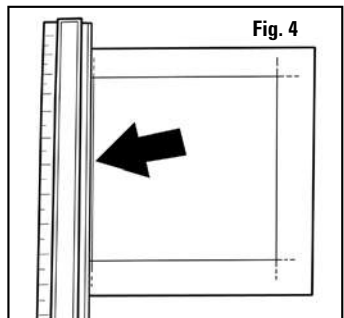
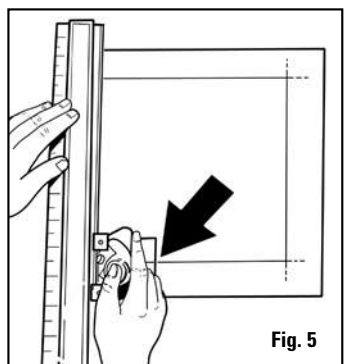

Fig. 4
Fig. 5
2. Placer le passe-partout face vers le bas sur la feuille d'appui. Placer la règle EXACTEMENT sur la bordure gauche de sorte que le bord extérieur du profilé soit aligné le long de la ligne au crayon. **Fig. 4**. S'assurer que le plus gros du passe-partout est du côté droit de la règle. Le fait d'avoir le passe-partout du côté gauche de la règle provoque l'inversion de la coupe en biseau. Fixer le couteau à biseau 302 sur la règle en ajustant les guides de nylon noir sur le bord relevé du profilé. Positionner le couteau à passe-partout de sorte que la ligne argentée soit alignée avec la ligne inférieure d'intersection tracée au crayon. **Fig. 5**